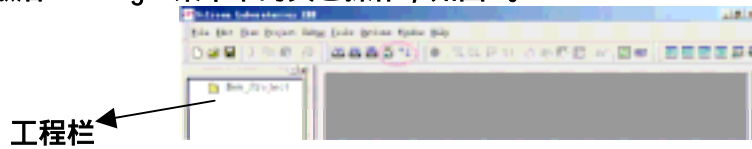

图3
- 4、在菜单栏中点击“Debug”选项,在其下拉子菜单中点击“Connect”选项,进行连接。成功则会激活“Debug”菜单下的其它操作,如图3。